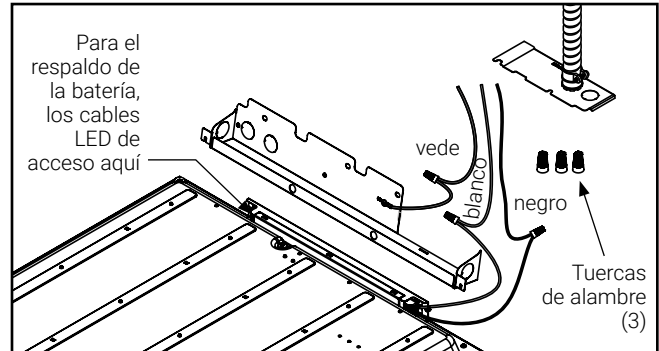

Imagen 5.
5. Utilice el expulsor de apertura para ingresar la línea de alimentación. Utilice los tres empalmes plásticos provistos para conectar el cable de tierra con el cable de alimentación verde, el cable negro (línea) con el cable de alimentación negro y el cable blanco (neutro) con el cable de alimentación blanco (Imagen 5).
Nota: Esta luminaria es compatible con los sistemas de respaldo de batería, incluidos los Surelites EBPLED7W y EBPLED14W. Si utiliza un sistema de respaldo de batería, retire la placa de la cubierta del controlador para acceder a los cables de carga LED y siga las instrucciones de cableado de respaldo de la batería (Fig. 5). Asegúrese de volver a instalar la placa de la cubierta del controlador después del cableado.